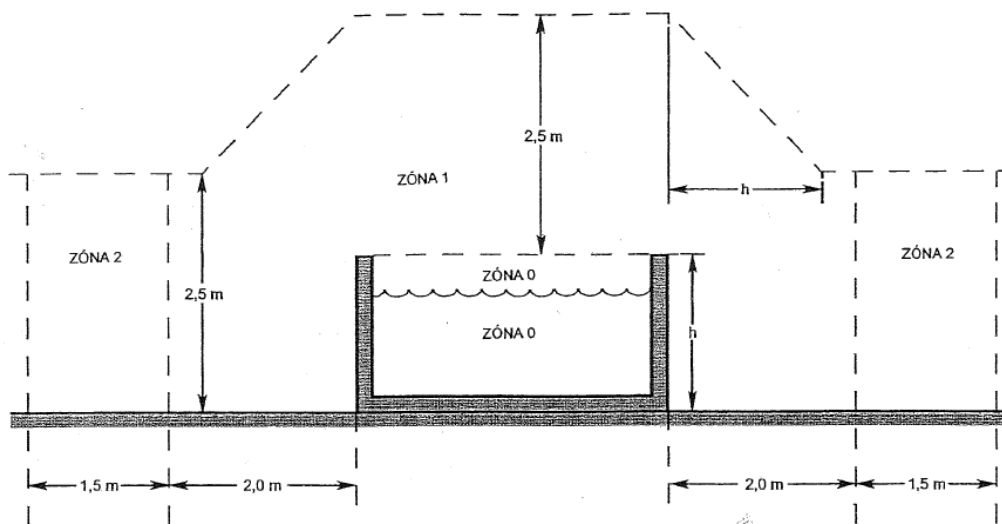

fig. 5
- L'impianto di nuoto controcorrente deve essere collegato con la rete elettrica tramite l'interruttore motore, fusibile e dispositivo di protezione corrente. Per le specificazioni tecniche si veda lo schema del collegamento. La mancata applicazione di questi elementi di sicurezza può causare situazioni di pericolo per la vita e rischi verso terzi. Questi impianti devono essere posizionati fuori della zona di protezione della piscina (zone 0,1 e 2), si veda la Norma statale ceca ČSN 33 2000-7-702, stabilita a 3,5 mt. dalla parete della piscina, fig. 5. Inoltre, devono essere installati in un armadietto a chiave, protetti contro l'introduzione di persone non addette.